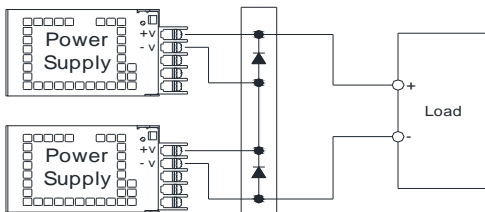
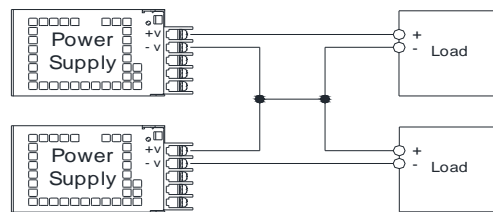

Fig 1. 직렬운전 A
Fig 2. 직렬운전 B
- 4- 1. 직렬운전시 A (Fig 1.) 또는 B (Fig 2.) 의 결선 방식 모두 사용할 수 있습니다.